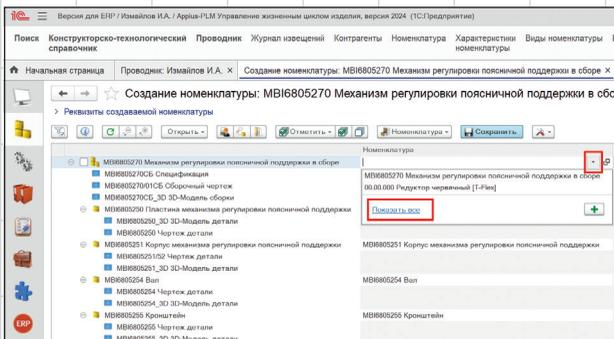

Рис. 5
- в поле номенклатуры нажимаем кнопку выпадающего списка и командой *Показать все* открываем окно выбора из справочника «Номенклатура» (рис. 5),